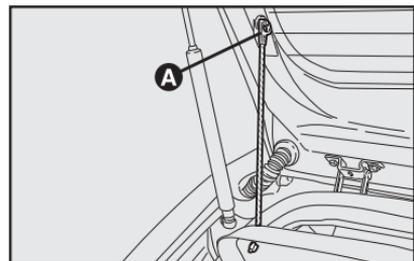

fig. 100
1) Desenganche las extremidades superiores **A-fig. 100** de los dos tirantes superiores, desprendiéndolas de sus pernos.